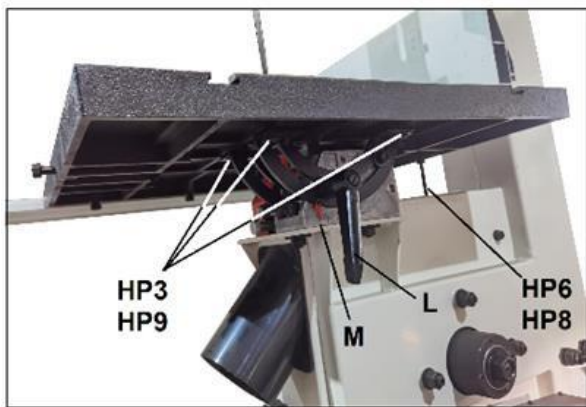

Рис. 14
8. Когда параллельность достигнута (и полотно по-прежнему отцентрировано во вкладыше стола), надежно затяните четыре винта поворотной опоры (НР3, Рис. 14).
9. Вставьте стопорные винты с гайкой (см. НР6/8, Рис. 14) в резьбовые отверстия стола.
14. При необходимости, ослабьте винт и переместите указатель (M, Рис. 14) в нулевую точку шкалы. Затяните винт.